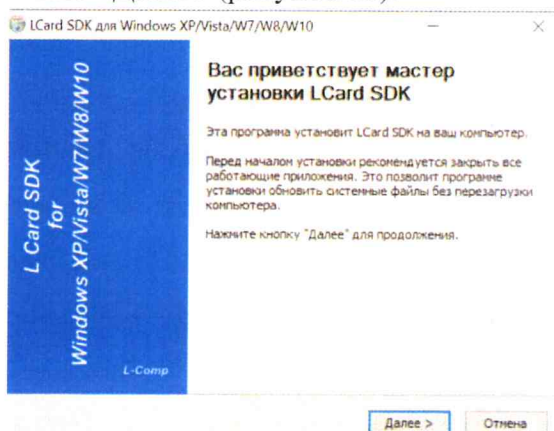

Рисунок 16
4) В появившемся окне нажмите «Далее» (рисунок 16).